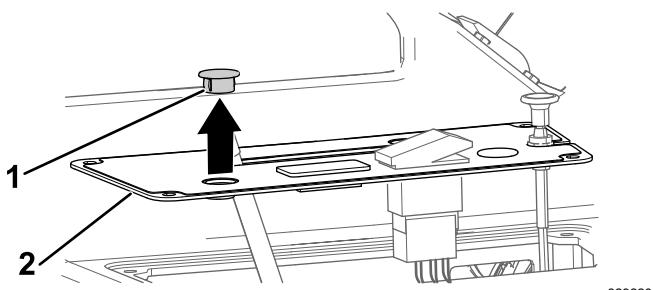

Рисунок 4
2. Снимите круглую заглушку с крышки панели управления (Рисунок 4).